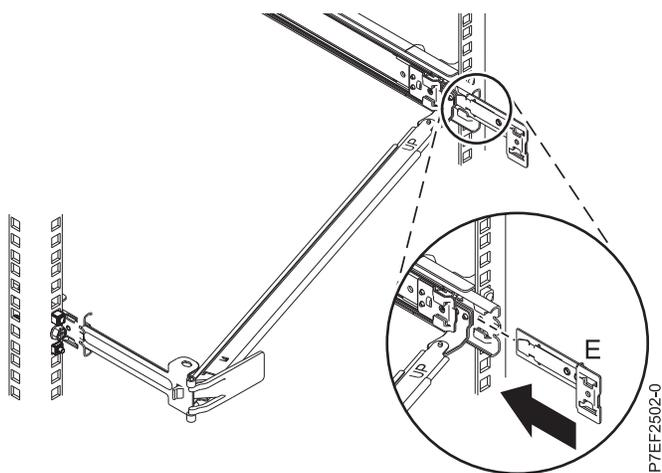

Figura 13. Instalación de la abrazadera de extensión en el riel deslizable
5. Deslice la abrazadera de extensión (E) en el riel deslizable derecho hasta que la patilla accionada por resorte quede encajada en su sitio. Para obtener detalles, consulte la Figura 13.